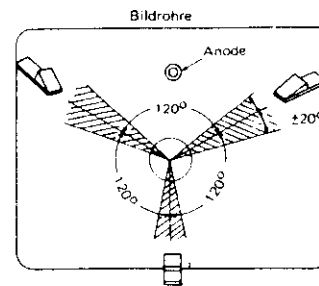
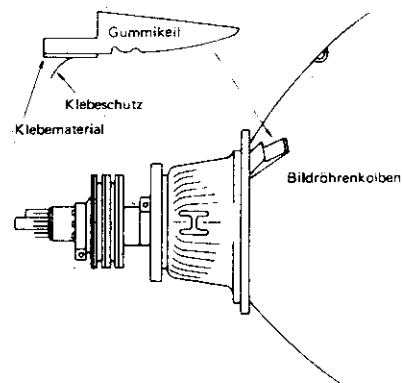

Abb. 11
Abb. 12
- (4) Führen Sie die Gummikeile zwischen Bildröhre und Ablenkeinheit an den in Abb. 11 vorgesehenen Stellen ein. Die Gummikeile müssen fest, d.h. ohne Spielraum, eingepaßt sein.
- (5) Achten Sie darauf, daß sich die Konvergenz nicht verändert. Sollte dies der Fall sein, verändern Sie den Sitz der Gummikeile und wiederholen Schritt (1) und (2).
- (6) Haben Sie die richtige Stelle für die Gummikeile gefunden, so entfernen Sie den Klebeschutz an den Keilenden. Kleben Sie die Keile an die gefundene Stelle fest. (Siehe Abb. 12)